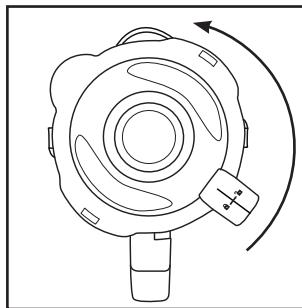

Bild 1
- 1) Vrid mixerbehållaren **③** motsols tills pilen ▼ under mixerbehållarens **③** handtag hamnar ovanför läge . Lyft mixerbehållaren **③** rakt uppåt för att ta av den från motorblocket **⑥**.
- 2) Ta av locket **②** genom att vrida det motsols mot läge (se bild 1) tills det lossnar och kan tas av.
- 3) Fyll mixerbehållaren **③** minst upp till det undre strecket på skalan **③** men inte över MAX-markeringen. För bästa resultat rekommenderar vi följande maximala påfyllningsmängder: